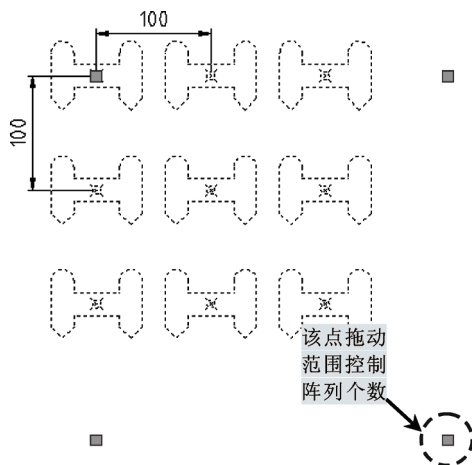

图 9-24 测试阵列动态块
4) 单击“保存块”按钮进行保存，单击“测试块”按钮进入“测试块”窗口，单击阵列方向上的箭头，向右下方进行拖动，则系统自动计算动态块阵列个数及距离，如图 9-24 所示。